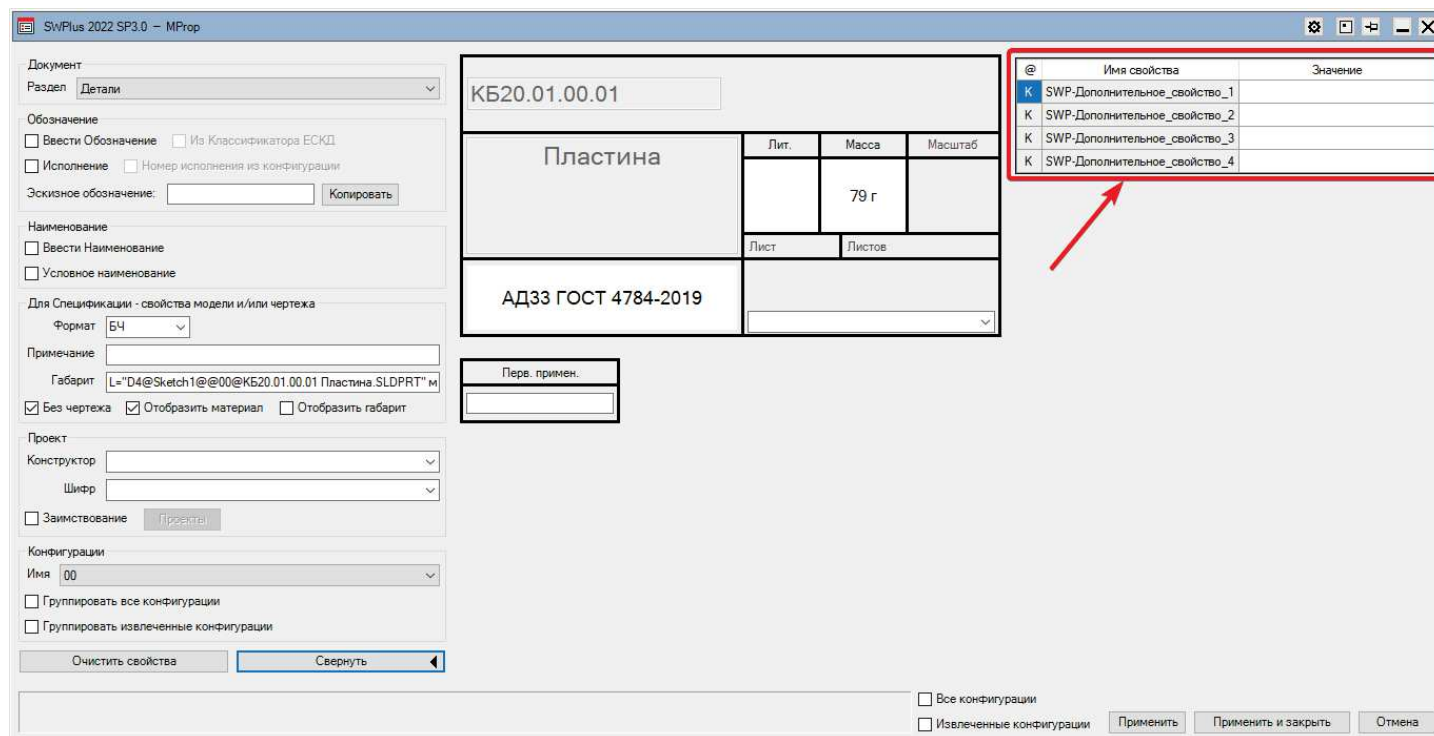

Рис. 22 – Поля для ввода дополнительных свойств
- **Доп. свойства** – команда, которая открывает поля для ввода значений свойств пользователя (рис. 22) (имена свойств содержатся в настройках SWPlus в разделе Свойства на вкладке **Дополнительные свойства**).